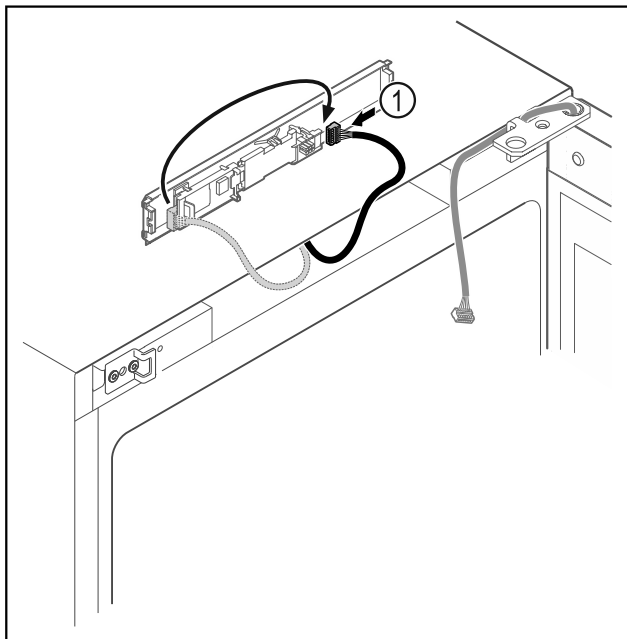

Fig. 21
- Přepojte zástrčku Fig. 21 (1) na desce.